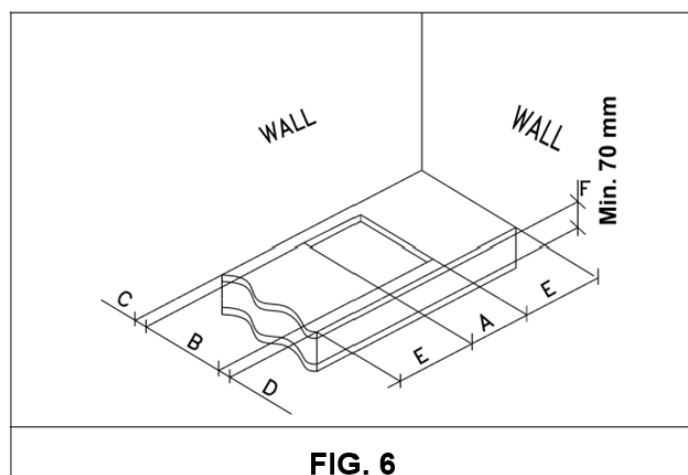
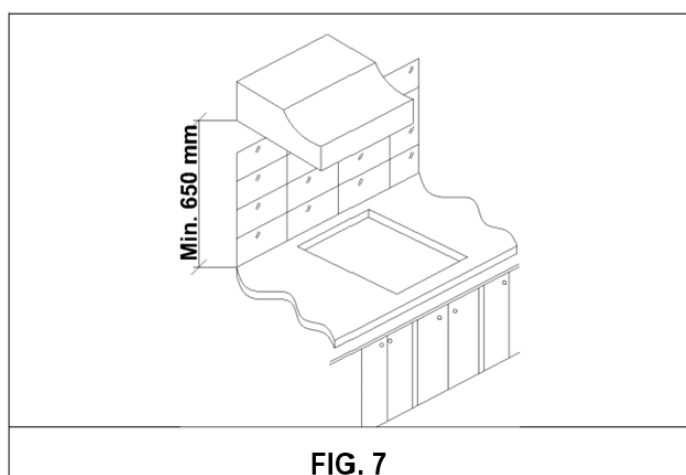

FIG. 6
FIG. 7
Чтобы встроить варочную панель, вырежьте в столешнице отверстие размером, указанным на рис. 6. Убедитесь в строгом соблюдении предельных размеров в зоне установки прибора (см. рис. 7).
- Во избежание случайного прикосновения к поверхности варочной панели, которая сильно нагревается во время работы, необходимо установить деревянную подкладку на расстоянии не менее 70 мм от поверхности стола и закрепить ее винтами (рис. 6).